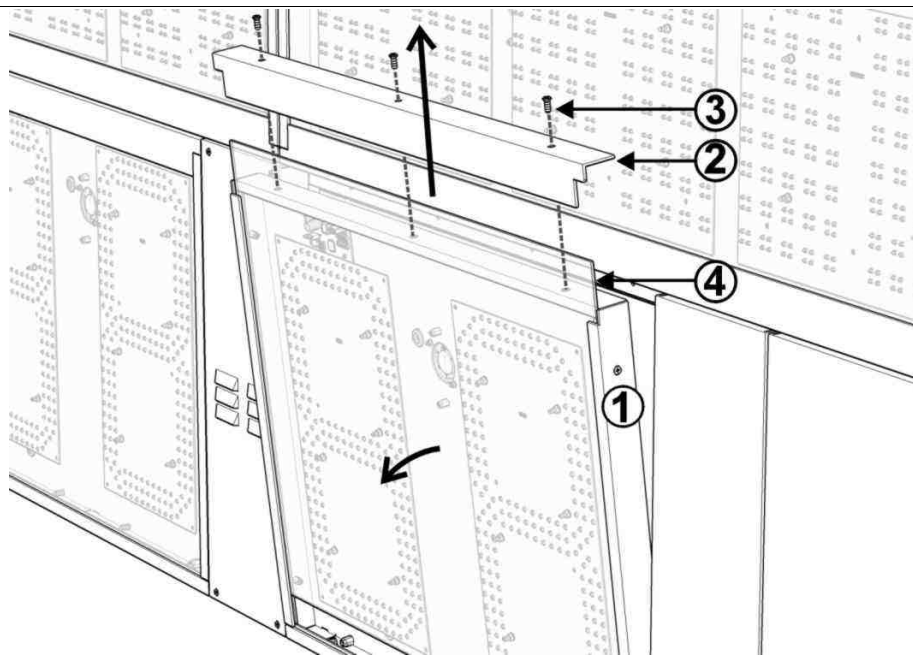

Fig. 21: Profilo di blocco del pannello trasparente
- b) spingete leggermente in avanti il modulo fino ad farne sporgere le viti di fissaggio del profilo superiore di blocco del pannello frontale trasparente (Fig. 21).
3. Svitate le viti di fissaggio e togliete il profilo superiore che blocca il pannello trasparente (Fig. 21).